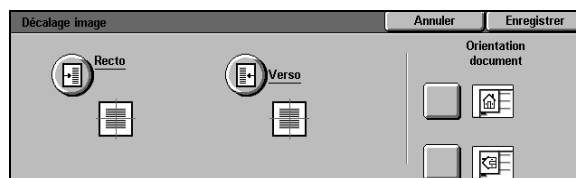

Figure 16 : Écran Décalage image
- 1 Appuyez sur **Décalage image** dans l'onglet Autres fonctions afin d'accéder à l'écran correspondant (voir la figure 16).